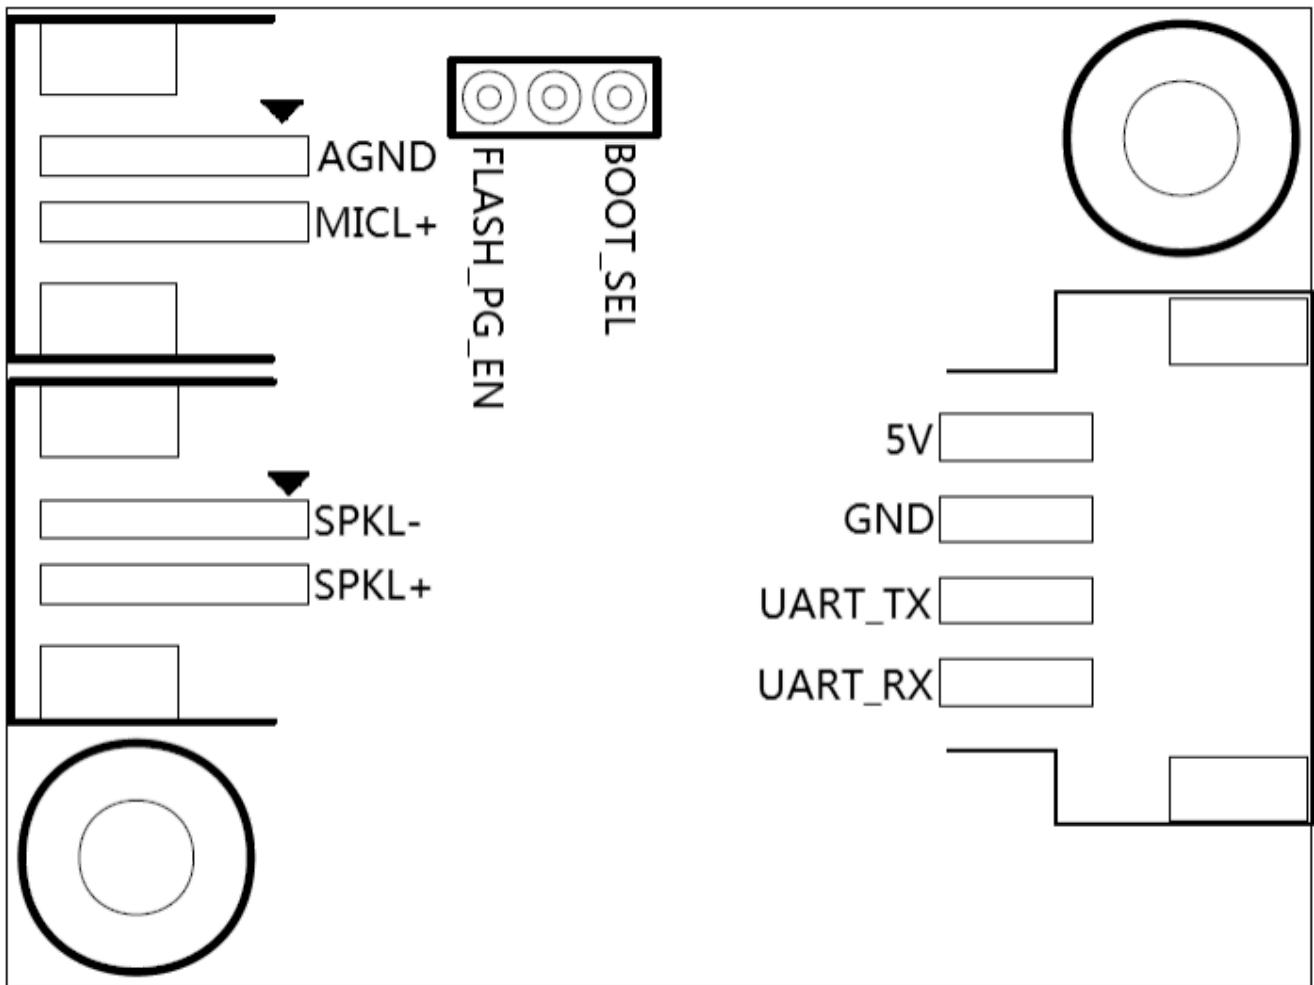

图6 模块引脚图
- 四线供电和UART接口，采用2.5mm间距母口，引脚顺序请参考图6。该接口中的UART引脚除了做串口通讯功能外，也可以配置为GPIO口。